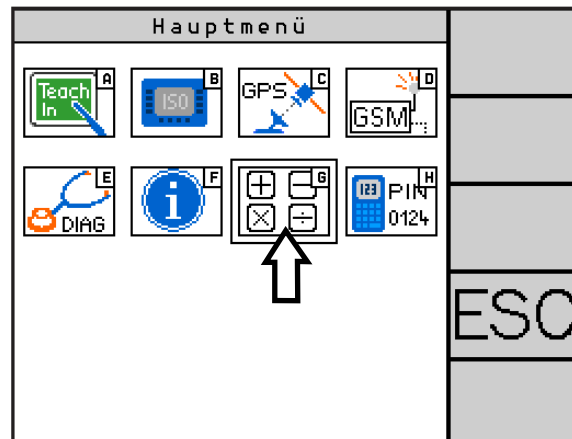
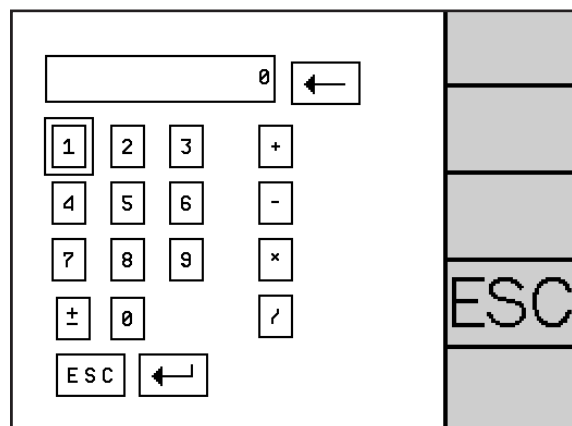

Abb. 126: Taschenrechner aufrufen
Abb. 127: Taschenrechner
Wählen Sie im Hauptmenü das Taschenrechner-Symbol (G) (siehe Abb. 126), um den Taschenrechner aufzurufen (siehe Abb. 127).